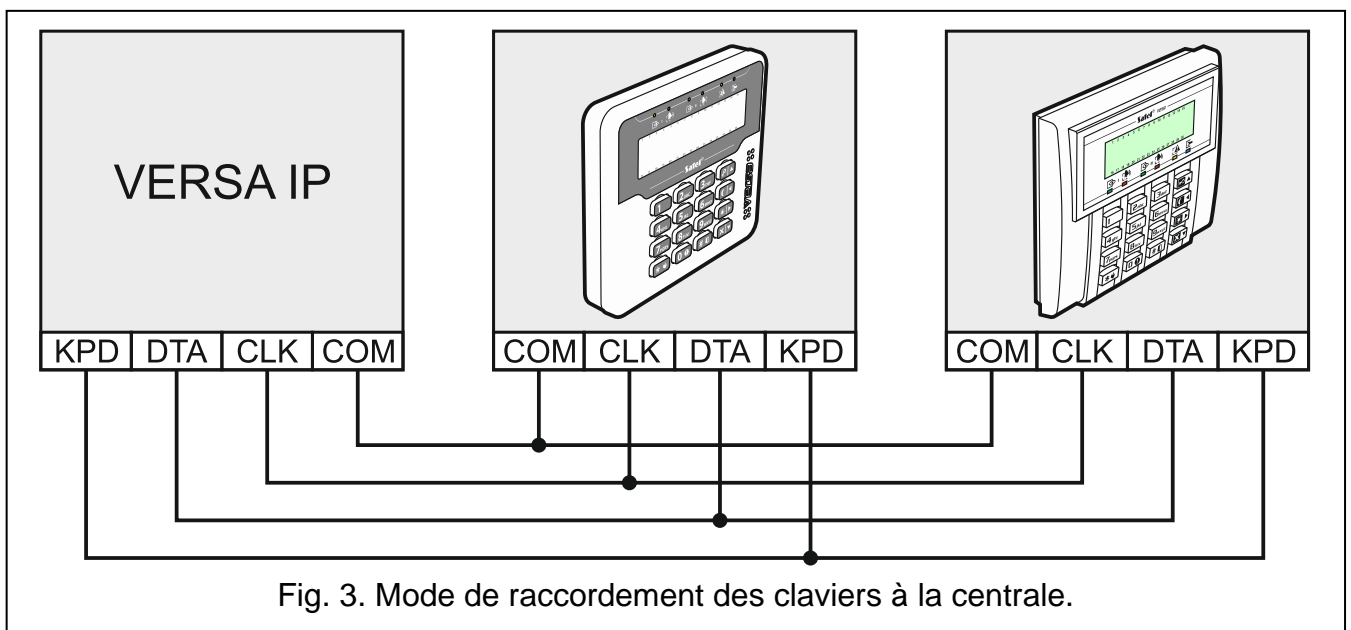

Fig. 3. Mode de raccordement des claviers à la centrale.
6. Relier les bornes du clavier aux bornes correspondantes de la centrale d'alarme (voir : fig. 3).